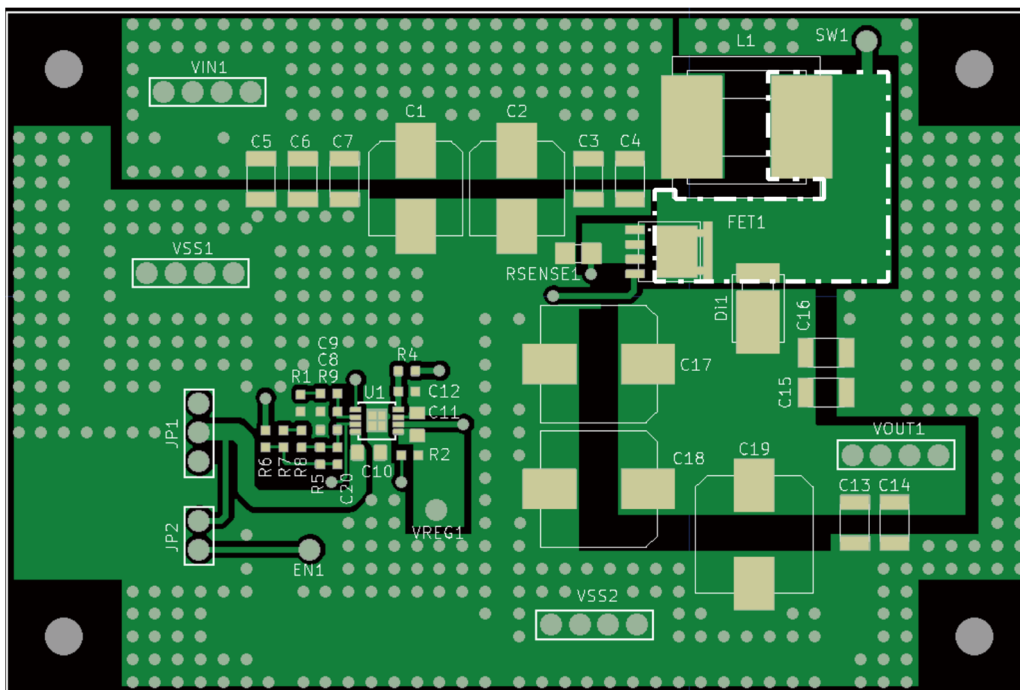
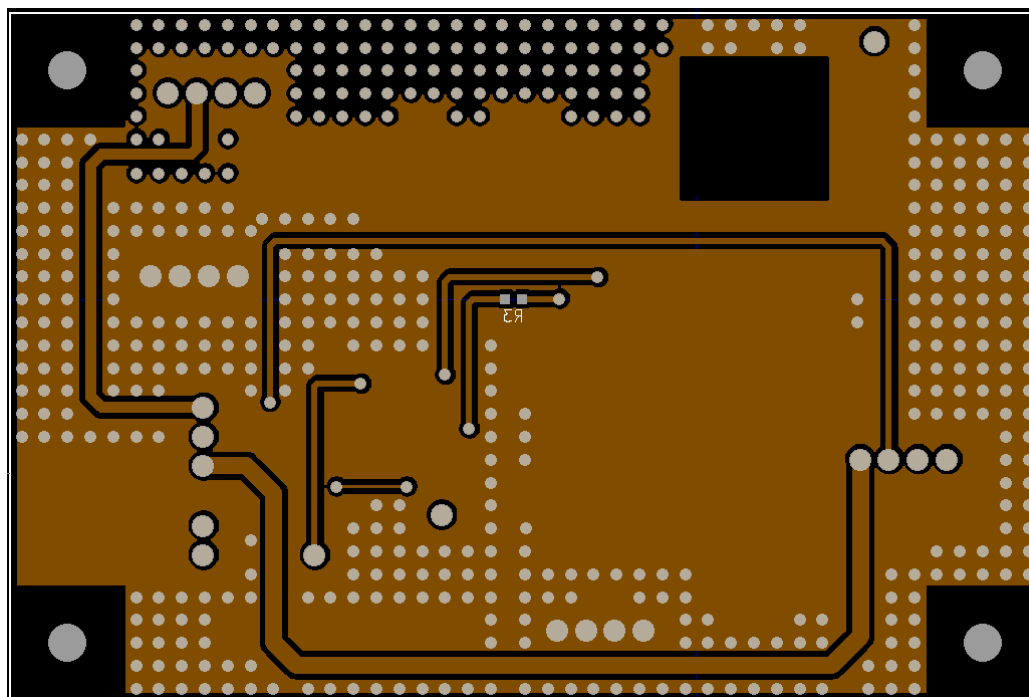

图7 表层 (第一层)
图10 底层 (第四层)
针对图6的应用电路，本公司制作的基板为4层，全层如图7 ~ 图10所示。
- 为了降低诱导性高频噪声，请尽量缩小SW的布线面积 ("图7 表层 (第一层)" 的点线所示区域)。
- 为了避免涡流的损耗，请去除电感器 (L) 背面的全部铜箔。